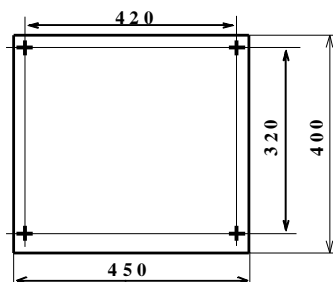

Рисунок 1.
4.3.3 Надёжно закрепить РИП в удобном месте. Габаритно-установочные размеры указаны на рис. 1.